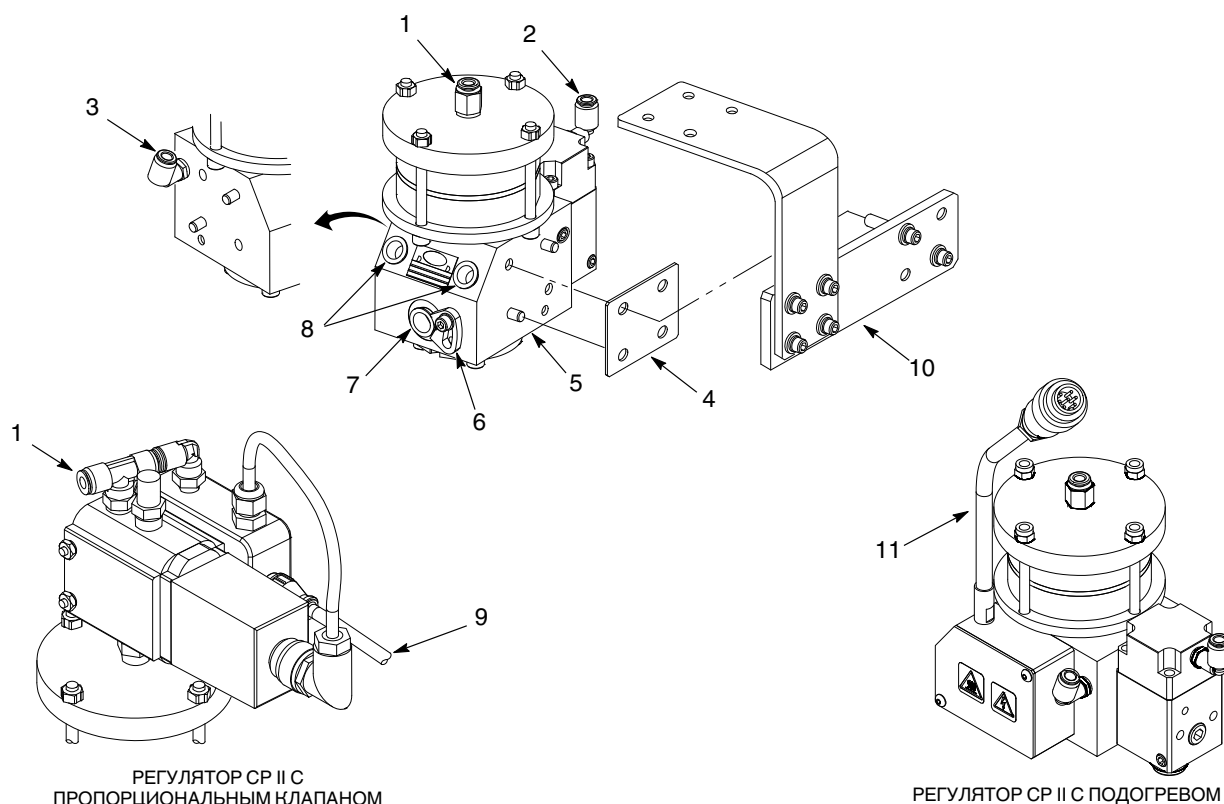

Рис. 6 Снятие регулятора CP II с системы нанесения
- См. рис. 6. Выполнить следующее:
- фитинг подачи сжатого воздуха (1)
- фитинги сжатого воздуха закрытия (2) и открытия (3)
- порты для воды температурного кондиционирования (8), если используется
- порт линии материала (7)
- Снять фиксатор (6) фитинга линии материала. Отсоединить линию материала.